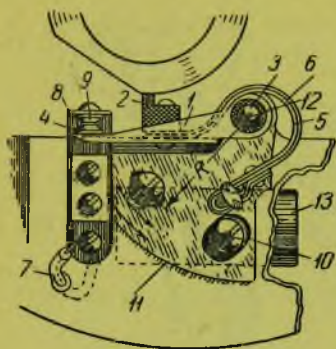

Рис. 136. Прерыватель ИЖ-7
На рис. 136 изображен прерыватель ИЖ-7, отличающийся от предыдущего способом регулировки, которую производят поворачиванием эксцентрика (10), передвигающего всю обойму (11) относительно центра (12).